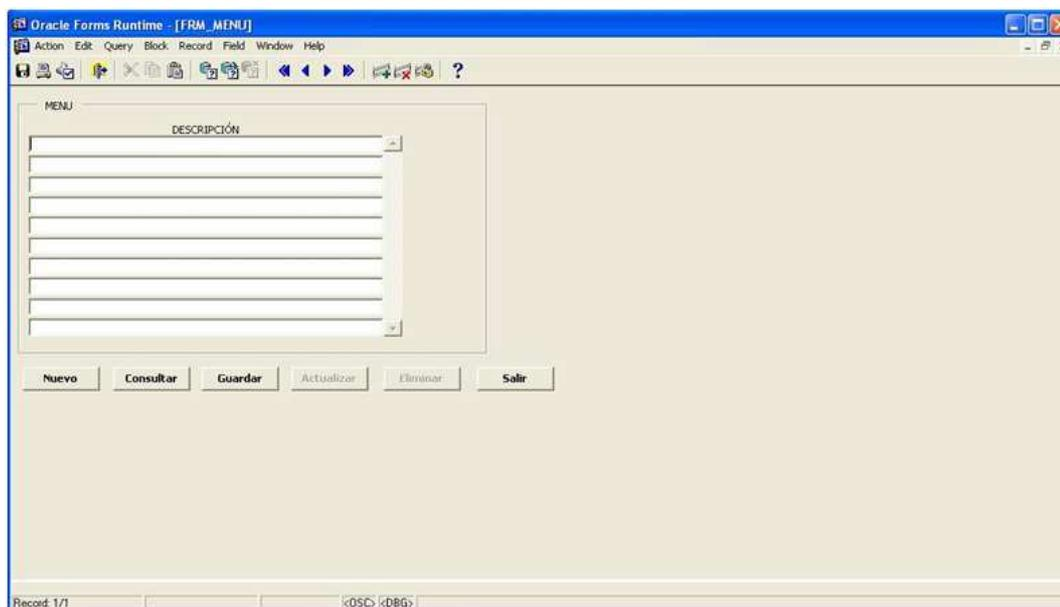

Figura 7-38. Pantalla Menú
2. Dé clic en la opción <Menú> y le aparecerá la siguiente pantalla: (Véase figura 7-38).